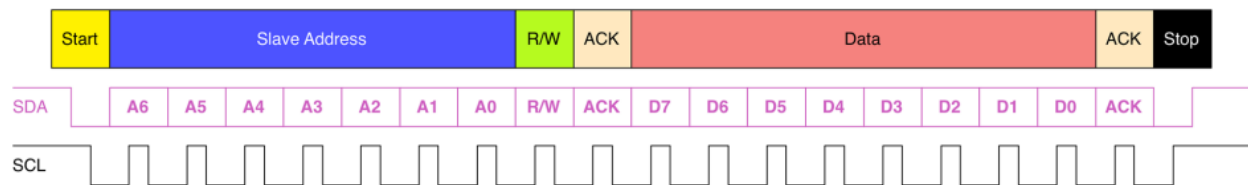

Рисунок 7.2 Структура базового повідомлення I2C
Усі транзакції починаються зі START і завершуються зупинкою (див. Рисунок 7.2). Перехід HIGH до LOW на лінії SDA, коли SCL є HIGH, визначає стан START. Перехід від LOW до HIGH на лінії SDA, коли SCL є HIGH, визначає стан STOP.
Кожне слово, передане по лінії SDA, повинно мати вісім біт, і це також включає кадр адреси. Кількість байтів, які можуть бути передані за передачу, необмежена. За кожним байтом має слідувати біт підтвердження (ACK). Дані передаються спочатку з найбільш значущим бітом (MSB) (див. Рисунок 7.2). Якщо підлеглий не може отримати або передати ще один повний байт даних, поки він не виконає іншу функцію, наприклад, обслуговує внутрішнє переривання, він може утримувати тактовий рядок SCL LOW, щоб примусово
Адресний кадр завжди є першим у будь-якій новій послідовності зв'язку. Для 7-розрядної адреси спочатку тактується старший біт (MSB), а потім біт R/W, який вказує, чи це операція читання (1) чи запису (0) (див. Рисунок 7.2).